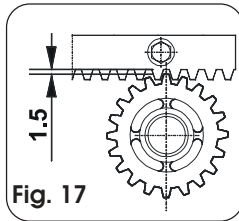

Fig. 17
- Na de installatie van de tandheugel is het, om correct ingrijpen met de pignon te garanderen, goed om de positie van de motorvertraging ongeveer 1,5 mm (fig. 17) te verlagen.